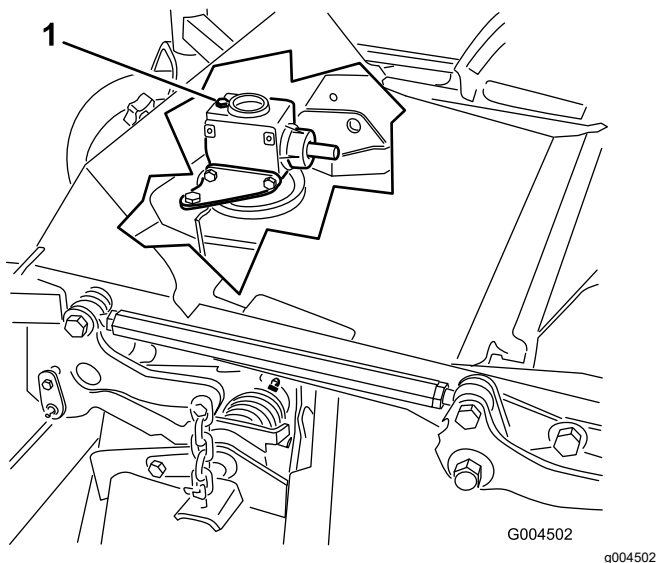

Figura 37
6. Retire la varilla/tapón de llenado de la parte superior de la caja de engranajes y asegúrese de que el lubricante está entre las marcas de la varilla (Figura 37).
6. Retire la varilla/tapón de llenado de la parte superior de la caja de engranajes (Figura 37).